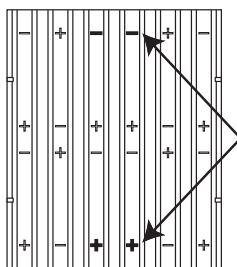

Abbildung 18. Polarität
2. Die (12) AA 1,5 V Batterien auswechseln. Polarität beachten (Abbildung 18).